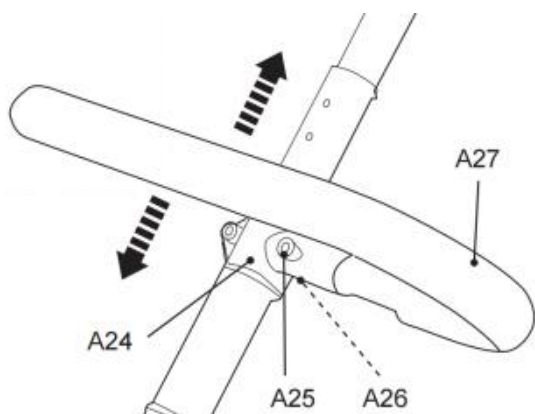

Fig. 35
2. Schuif de beugel (A24) omhoog of omlaag naar een van de drie posities totdat de montagegaten zijn uitgelijnd (Fig. 35).